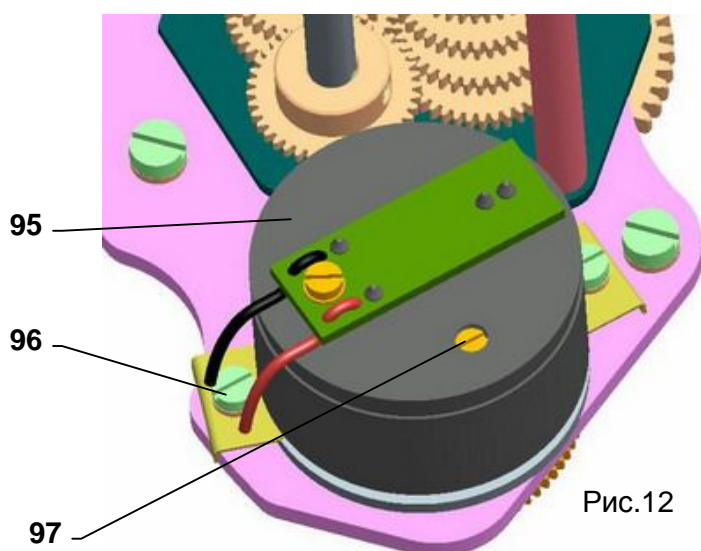

Рис.12
4.7 Установка емкостного датчика (рис.12)
С помощью триммера (97),Рис.12 можно унифицировать выходной сигнал емкостного датчика, установить его для любой величины рабочего хода , отвечающей приблизительно от 50% и до 100% максимального рабочего хода на данном ступени по Таб. No 3.